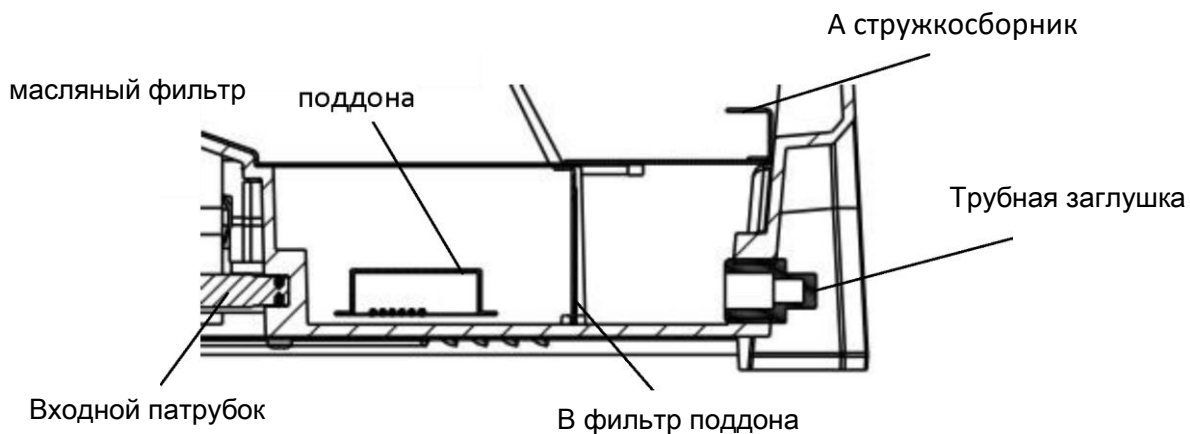

Рисунок 22
2. Очистка масляного резервуара (Рис. 22)